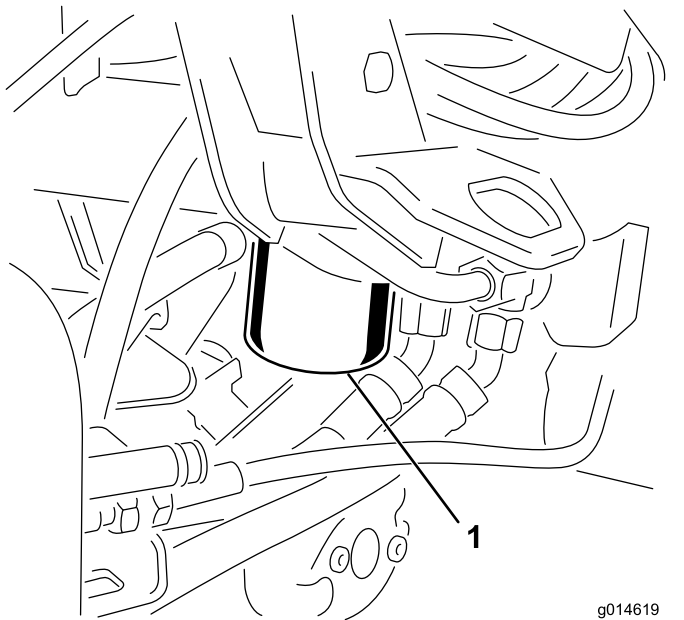

Figura 43
1. Limpe a zona em torno da montagem do filtro (**Figura 43**). Coloque um recipiente de escoamento debaixo do filtro e retire o filtro.